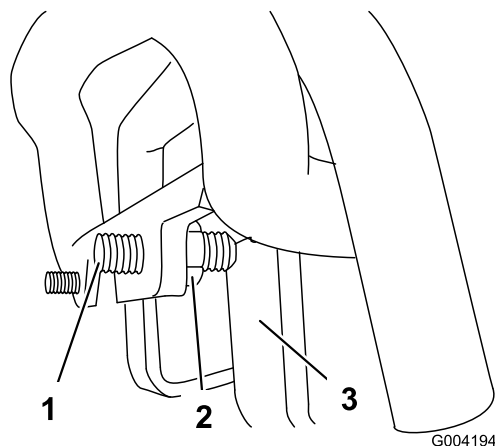

Figure 56
3. Si la machine se déporte vers la **gauche**, desserrez l'écrou de blocage **droit** et ajustez la vis de réglage de l'alignement à l'avant de la commande de déplacement (Figure 56).
4. Si la machine se déporte vers la **droite**, desserrez l'écrou de blocage **gauche** et ajustez la vis de réglage de l'alignement à l'avant de la commande de déplacement (Figure 56).